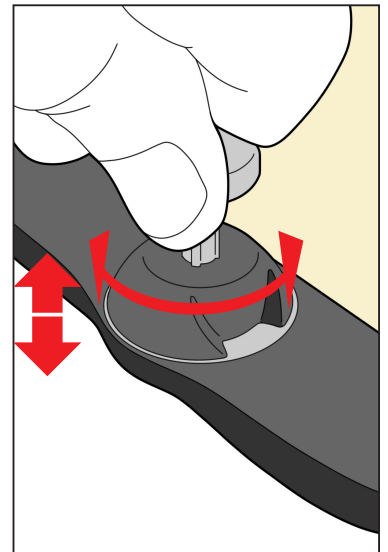

図7
1. 前部熱可塑性樹脂マスクの各ピンを回し、シムを希望する高さ (推奨される高さは2 mm) にします (1目盛りは0.5 mm) (図7)。